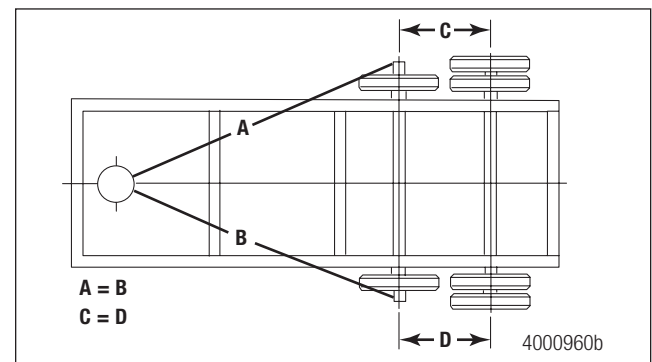

Figura 7.1
4. Quite los frenos del remolque. Mida desde el pasador pivote de acoplamiento del remolque hasta cada extremo del eje delantero. Consulte las medidas A y B en la Figura 7.1. La diferencia entre las mediciones A y B no debe sobrepasar 0.125 pulgada (3.175 mm).
5. Revise la dimensión desde la línea central del eje delantero hasta el centro de cualquier eje trasero. Consulte las medidas C y D en la Figura 7.1. La diferencia entre las mediciones C y D no debe sobrepasar 0.0625 de pulgada (1.5875 mm).
2. Utilice una llave de tuercas de 1-5/16 de pulgada de extremo cerrado o abierto para girar la arandela excéntrica dentro de los bloques de alineación y mover el eje hacia adelante y hacia atrás. Revise la alineación del eje mientras ajusta la posición del mismo. El ajuste máximo recomendado es de 45 grados por lado. Figura 7.1.
6. Siga los Pasos 1 al 4 para alinear ejes adicionales al eje delantero, hasta que ambos extremos de ejes estén a la misma distancia del eje de adelante. La diferencia entre las mediciones C y D no (Figura 7.1) debe sobrepasar 0.0625 pulgada (1.5875 mm). Si es necesario, ajuste el eje trasero para que esta diferencia quede dentro de la especificación.